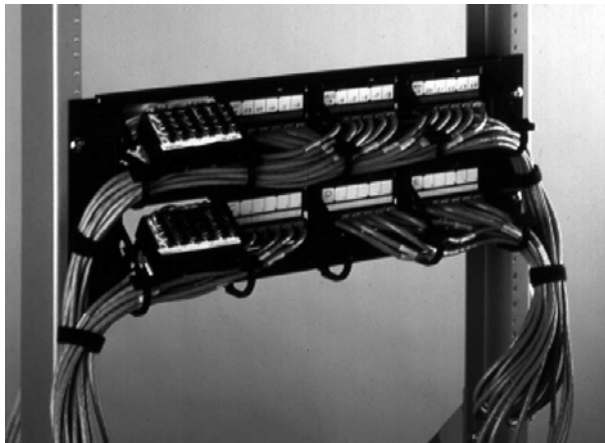

Figura 15 - Dois *patch panels* típicos de 24 portas depois de montados (no exemplo, em um *rack* aberto, e já com os *patch cords*)
Algumas unidades incorporam uma estrutura para organização dos cabos que chegam e saem (tal como no exemplo da Figura 15), enquanto outros exigem a compra do organizador horizontal de cabos (item 2.1.6) como componente adicional. A existência ou não deste componente normalmente determina a altura em U's a ser ocupada pelo equipamento.